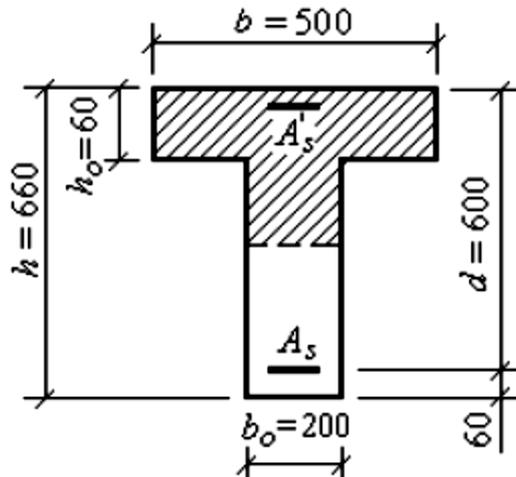

Fig.6
**Déterminer à l'ELU** les armatures de la section en  $T$  représentée sur la figure 6 et soumise à un moment  $M_u = 460 \text{ kN m}$ . Les armatures sont en acier  $Fe E 400$ . La résistance caractéristique du béton est  $f_{c28} = 20 \text{ MPa}$ ,